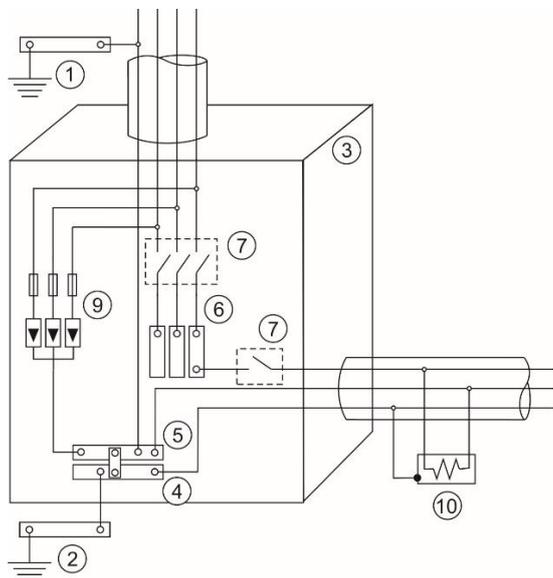

Figura 2
- (A) na instalação em esquema TN, mostrada na figura 2, o DSP está localizado a montante do dispositivo de proteção contra sobrecorrente, o qual garante proteção suplementar contra choque elétrico.
- (B) na instalação representada na figura 2, o esquema é TN-S, e o DSP está montado a jusante do dispositivo de proteção de sobrecorrente.